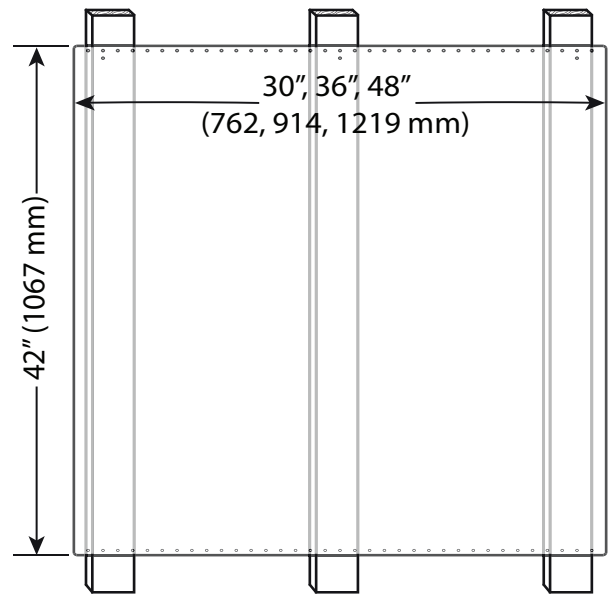

Figure 10 : Installation du dossieret de protection
3. Utilisez deux vis fournies pour fixer le haut et le bas du dossieret de protection dans chaque montant de cloison (voir *Figure 10*).